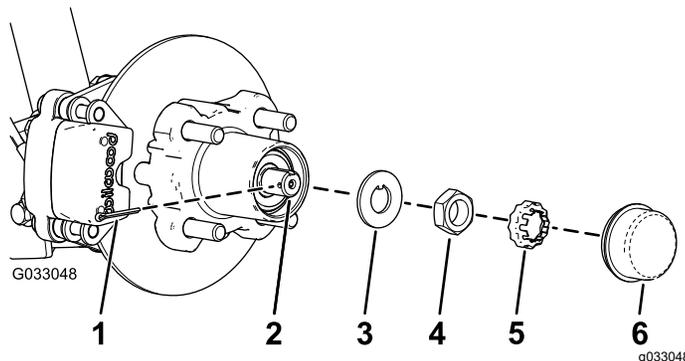
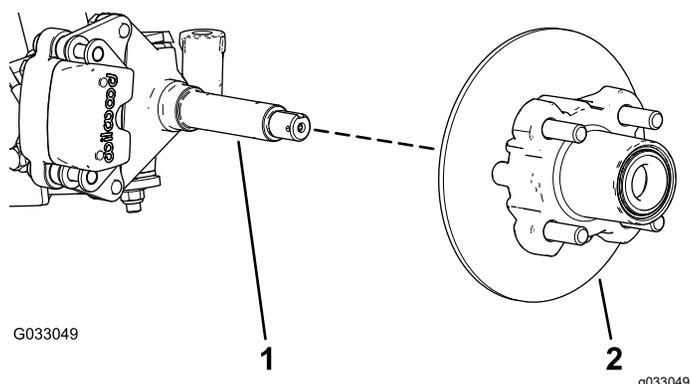

Рисунок 23
Рисунок 24
4. Снимите пылезащитную крышку со ступицы (Рисунок 23).
5. Снимите шплинт и держатель гайки с оси и гайки оси (Рисунок 23).
6. Снимите гайку оси с оси и отделите ступицу и тормозной диск в сборе от оси (Рисунок 23 и Рисунок 24).